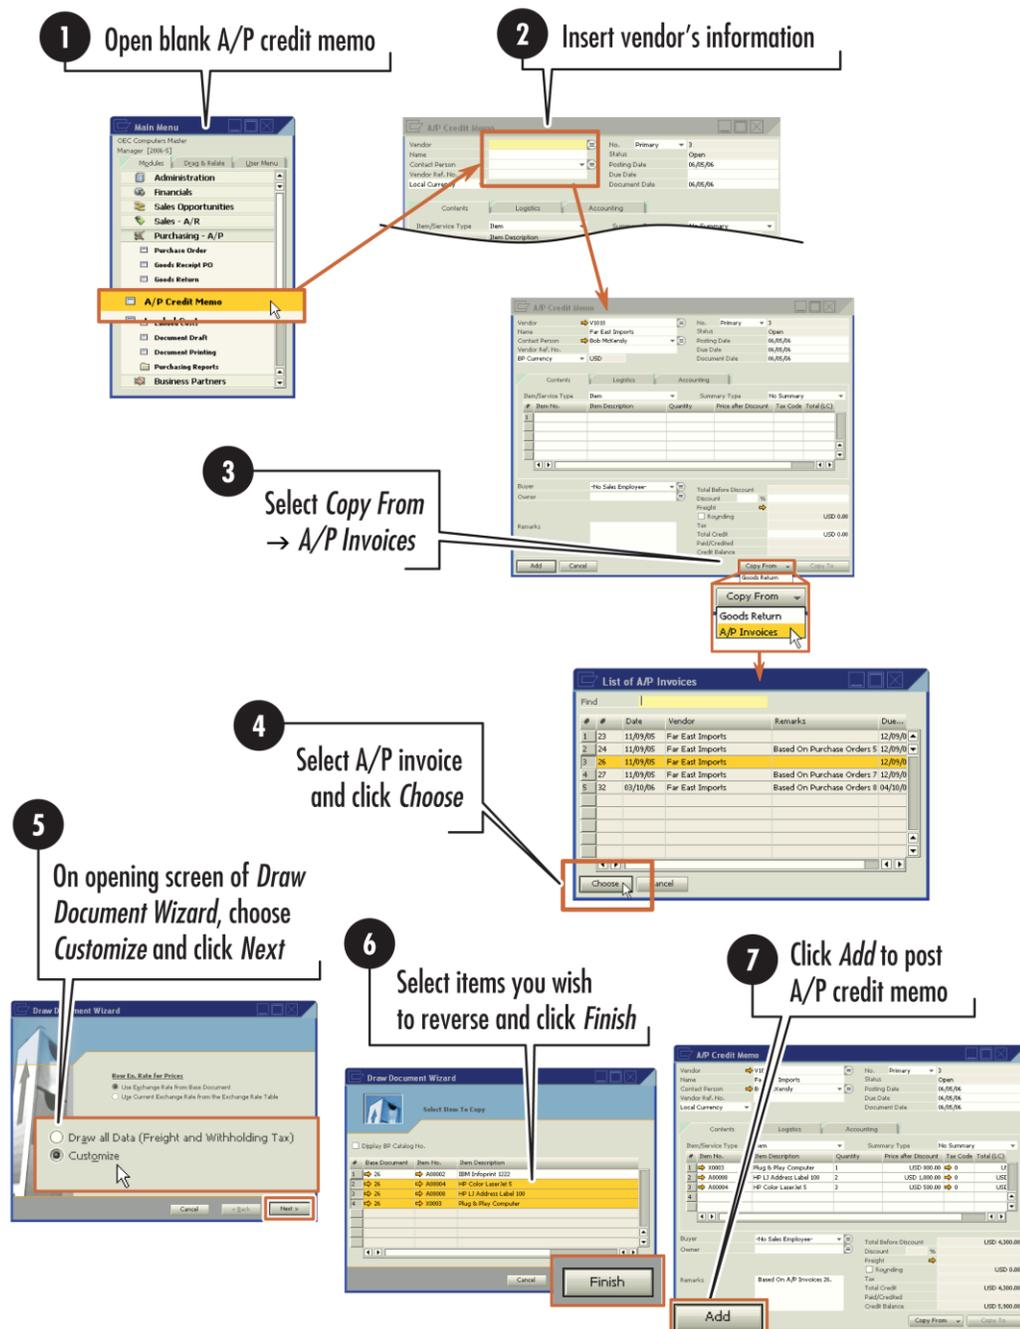

Figure 6-12 : Création d'un Avoir Fournisseur
- Si vous souhaitez créer votre document cible en utilisant les données de deux ou plusieurs documents de base, utilisez *l'Assistant de Regroupement de Documents*. Voir le Chapitre 10 pour plus d'information et la Figure 6-12 dans ce chapitre pour un exemple.